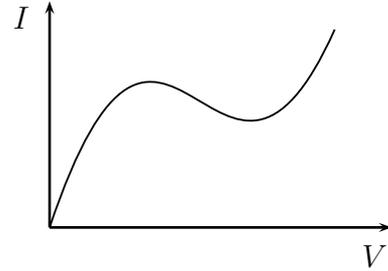

Figura 6.7: Una curva característica arbitraria.
9. Qué aspecto destacaría, preponderantemente, de la curva característica presentada en la figura 6.7?